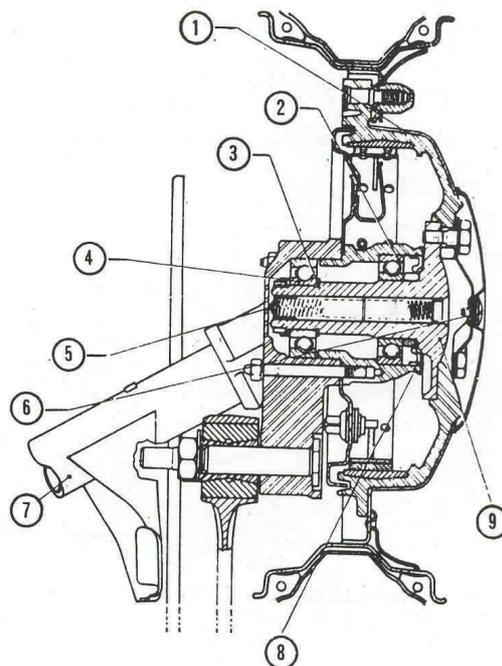

Fig. 95. — Coupe d'un moyeu et d'un frein arrière
Avant de régler le jeu, contrôler si le roulement (8) (fig. 95) est bien en butée sur le moyeu et le support.
- Poser l'ensemble sur une bague parfaitement dressée, placer une règle sur la face d'appui du roulement (2) et mesurer le jeu entre la règle et l'épaulement du moyeu. Comblé ce jeu par des rondelles de réglage (3) d'une épaisseur égale au jeu $\pm 0,10$ mm.